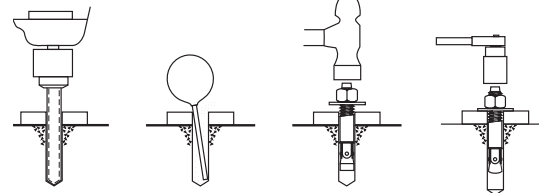

Fig. 2
- Serrer les boulons des chevilles avec une clé dynamométrique (fig.2).